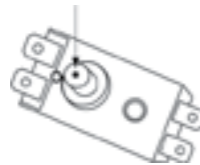

Рис. 13
- для вертикальных водонагревателей серии FSL1/FSP1: нажать до щелчка кнопку, расположенную по центру термовыключателя; рис. 13;